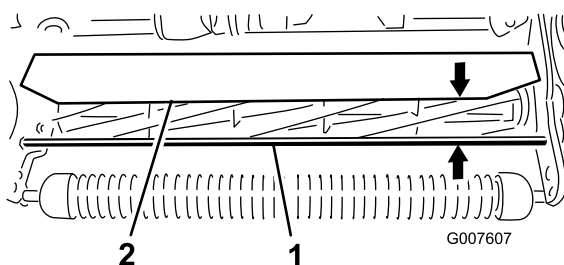

Figura 52
1. Misurate la distanza tra la parte superiore dell'asta di supporto anteriore e il bordo anteriore del deflettore su ogni estremità dell'apparato di taglio (Figura 52).